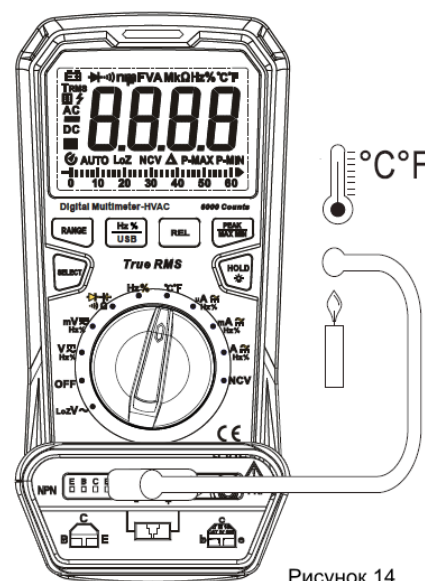

Рисунок 14
11. Измерение температуры (UT161D, см. рисунок 14)